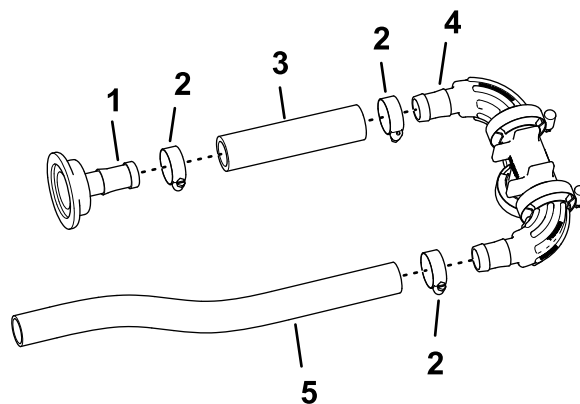

図 88
2. ホース 1 x 5-3/4 インチ = 15cm のもう一方の端部を、マニホルドのバーブ付きフィッティングに組み付け、ホースクランプを手締めする 図 88。
3. ホース 1 x 16 インチ = 40cm を、マニホルドのもう一方のバーブ付きフィッティングに組み付け、クランプを手締めする 図 88。
1. ホース 1 x 5-3/4 インチ = 15cm を、ストレートバーブ (1 x 2 インチ) に組み付け、ホースクランプ 3/4-1-1/2 インチを取り付けて手締めする 図 88。